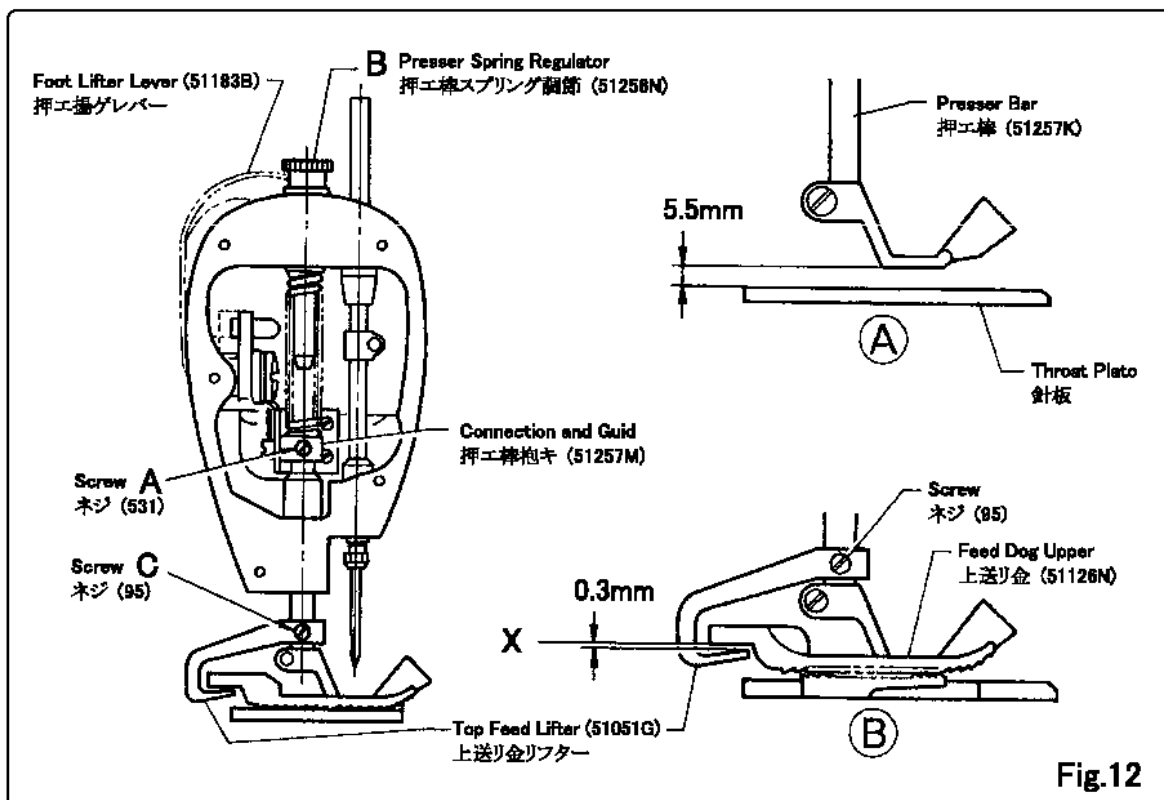

Fig.12
#### 4-6 Presser Foot Adjustment (Fig.12)
##### a) Presser Bar Height (Fig.12)Ⓐ
##### c) Mounting Top Feed Lifter (Fig.12)Ⓑ
#### 4-6 押工金の調整 (Fig.12)
##### a) 高さ調整 (Fig.12)Ⓐ
- 押エ揚グを押し、押工金を上げたとき、針板と押工金の間隔は 5.5mm です。(Fig.12)Ⓐ
##### c) 上送り金リフターの調整 (Fig.12)Ⓑ
上送り金が最も下がったとき、リフターの先端と上送り金の間隔は 0.3mm です。(Fig.12)Ⓑ